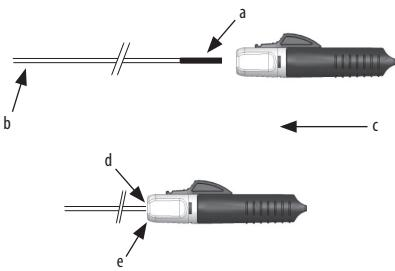

Figura 1.
3. Segure a extremidade proximal do empurador do implante na extremidade distal do indicador de carregamento positivo (ICP). Avance o Separador Instantâneo (S.I.) através do empurador de colocação até que o ICP entre completamente no funil e o empurador de colocação esteja encaixado firmemente no acionador (consulte a Figura 1).
Obs.: se o ICP ainda estiver aparecendo como na Figura 2 abaixo, o Separador Instantâneo (S.I.) deve ser avançado mais adiante até que o empurrador de colocação esteja completamente encaixado no funil como na Figura 1 acima.